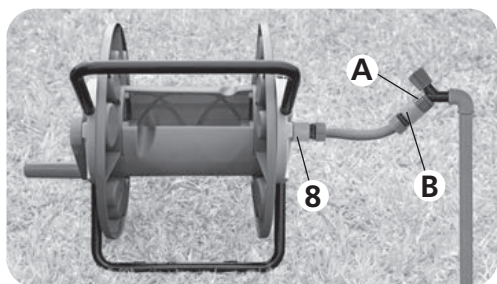

Fig. 05
5. Utilize um pedaço de mangueira para acoplar ao engate rápido externo (8) do enrolador. Na outra extremidade, que será conectada a uma fonte de água (torneira, por exemplo), encaixe o adaptador com rosca (A) e o engate rápido (B), conforme ilustra a Fig. 05.
5. Use one end of the hose to couple the external quick connector (8) of the reel. At the other end, which will be connected to a water source (such as a tap), fit the threaded adapter (A) to the quick connector (B) as shown in Figure 05.
5. Use un pedazo de manguera para unirla al acople rápido externo (8) del enrollador. En el otro extremo, que se conectará a una fuente de agua (por ejemplo, un grifo), encaje el adaptador con rosca (A) y el acople rápido (B), como se muestra en la Fig. 05.